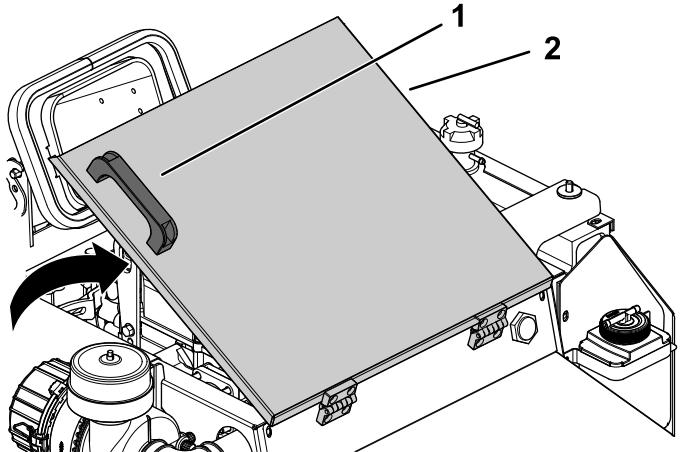

Figura 57
- Utilizando a pega na cobertura de acesso ao motor, eleve a cobertura para aceder ao motor (Figura 57).